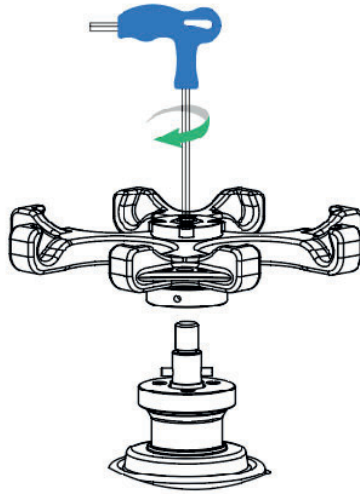

Figure 5 : Schéma de l'assemblage du corps du rotor
Les étapes de l'installation du rotor sont les suivantes (comme indiqué dans les figures 5 et 6)
■ Comme le montre la figure 5, préparez le rotor à être utilisé. Tenez le rotor à deux mains, orientez le trou central du rotor vers l'arbre du moteur, mettez-le en position verticale, placez-le au fond du cône, ouvrez les mains, puis appuyez sur le rotor avec les mains.